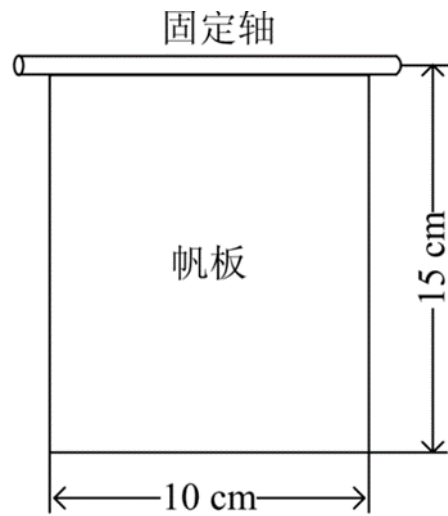

图 2 帆板制作尺寸图
3. 帆板的材料和厚度自定，固定轴应足够灵活，不阻碍帆板运动。帆板形式及具体制作尺寸如图 2 所示。